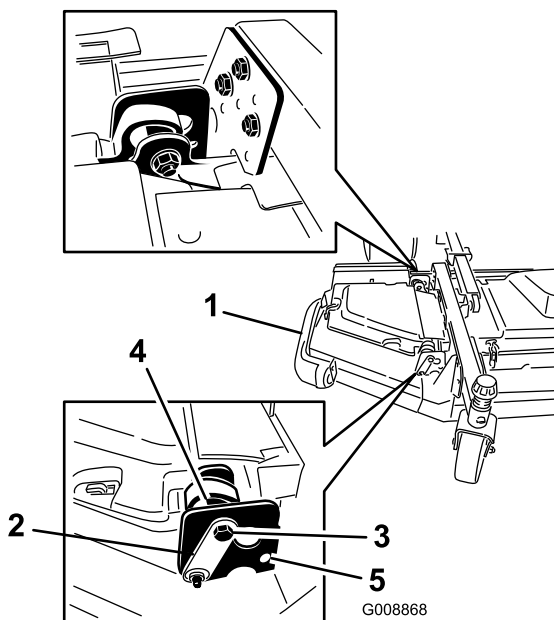

Bild 7
- Lösen Sie die Schrauben und Muttern, mit denen die zwei Exzenterdistanzstücke an den Flügeln befestigt sind (Bild 7).
- Drehen Sie den hinteren Exzenter (der der Zugmaschine am nächsten ist), bis die äußere Messerspitze ungefähr 3 mm höher ist als die gewünschte Schnitthöhe (Bild 7).